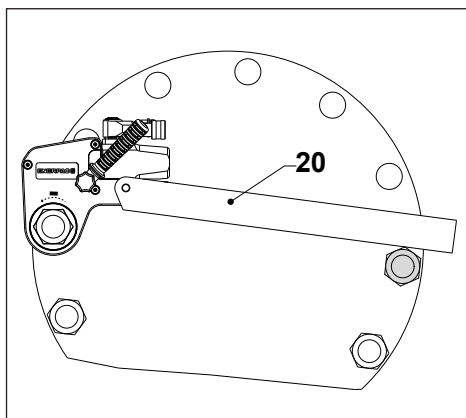
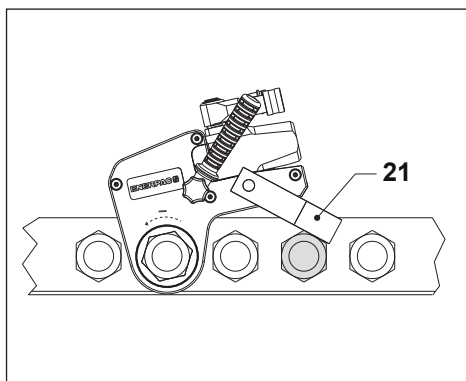

Fig. 13
Fig. 14
4.3.4 Bruk av forlenget reaksjonsarm (fig. 13)
- Plasser WTE-seriens forlengete reaksjonsarm (20) mot et passende reaksjonspunkt. Reaksjonspunktet skal kunne stå imot kraften som verktøyet utøver.
4.3.5 Bruk av reaksjonsplate (fig. 14)
- Plasser WRP-seriens reaksjonsplate (21) mot et passende reaksjonspunkt. Reaksjonspunktet skal stå imot kraften som verktøyet utøver.